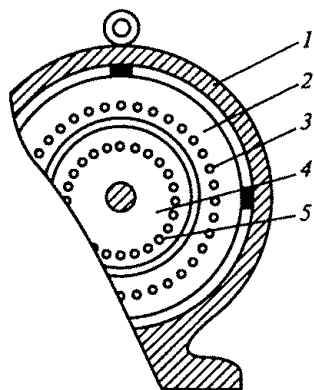

Рис. 216
9.4. Какая из частей асинхронного двигателя на рис. 216 не может быть изготовлена из указанных материалов?